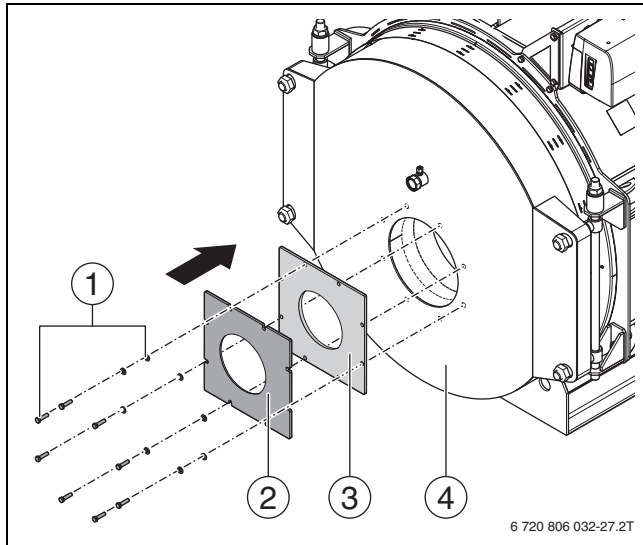

Fig. 20 Montarea plăcii arzătorului
- Împingeți garnitura (→ fig. 20, [3]) pe ștuțul arzătorului.